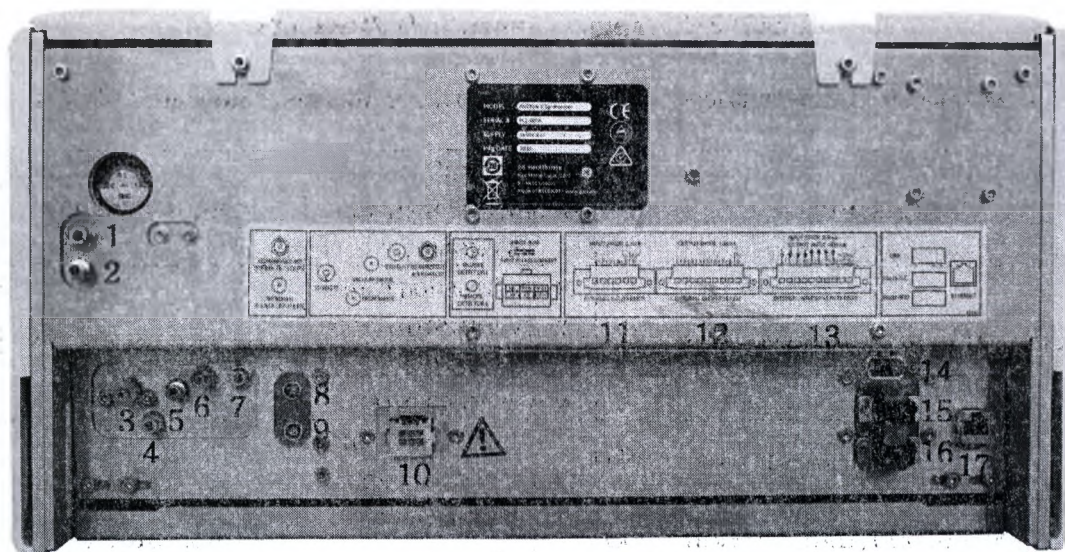

РИСУНОК 0-1: Задняя панель FASTLab 2.
* На РИСУНОК 0-1 указано расположение перечисленных соединительных разъемов.